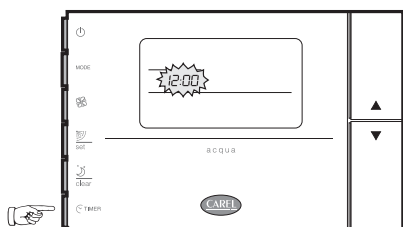

Fig. 2.11
- Tenere premuto il tasto timer per 5 secondi (Fig. 2.11);
- Hold the timer button for 5 seconds (Fig. 2.11);